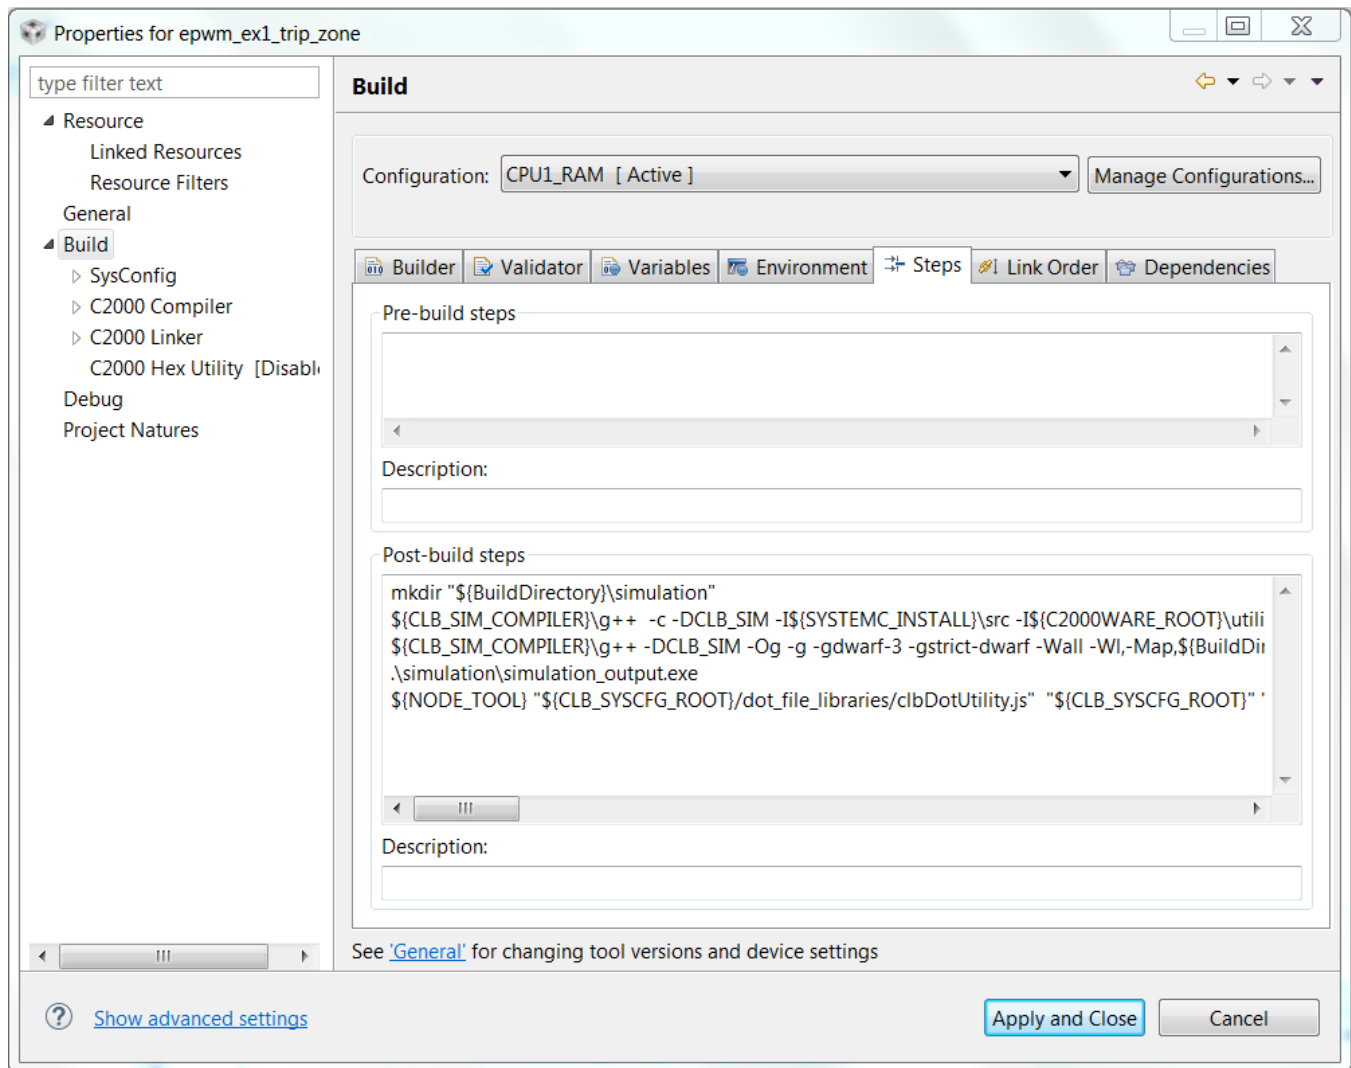

图 33. post-build 步骤
6. 最终的 post-build 步骤应类似于图 33 中的步骤。